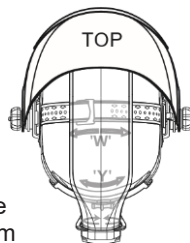

Abb. 3
- Der Gesamtumfang der Kopfhalterung kann durch Drehen des Knopfes auf der Rückseite der Kopfhalterung vergrößert oder verkleinert werden. (Siehe Einstellung „Y“ in Abb. 3). Dies kann bei aufgesetztem Gesichtsschutz erfolgen und ermöglicht es, genau die richtige Spannung einzustellen, damit der Gesichtsschutz fest auf dem Kopf sitzt, ohne zu fest zu sein.
- Wenn die Kopfhalterung zu hoch oder zu tief auf Ihrem Kopf sitzt, passen Sie den Riemen an, der über Ihren Kopf verläuft. Lösen Sie dazu das Ende des Bandes, indem Sie den Sicherungsstift aus dem Loch im Band herausdrücken. Schieben Sie die beiden Teile des Bandes je nach Bedarf auf eine größere oder kleinere Breite und drücken Sie den Sicherungsstift durch das nächstgelegene Loch. (Siehe Einstellung „W“ in Abb. 3).